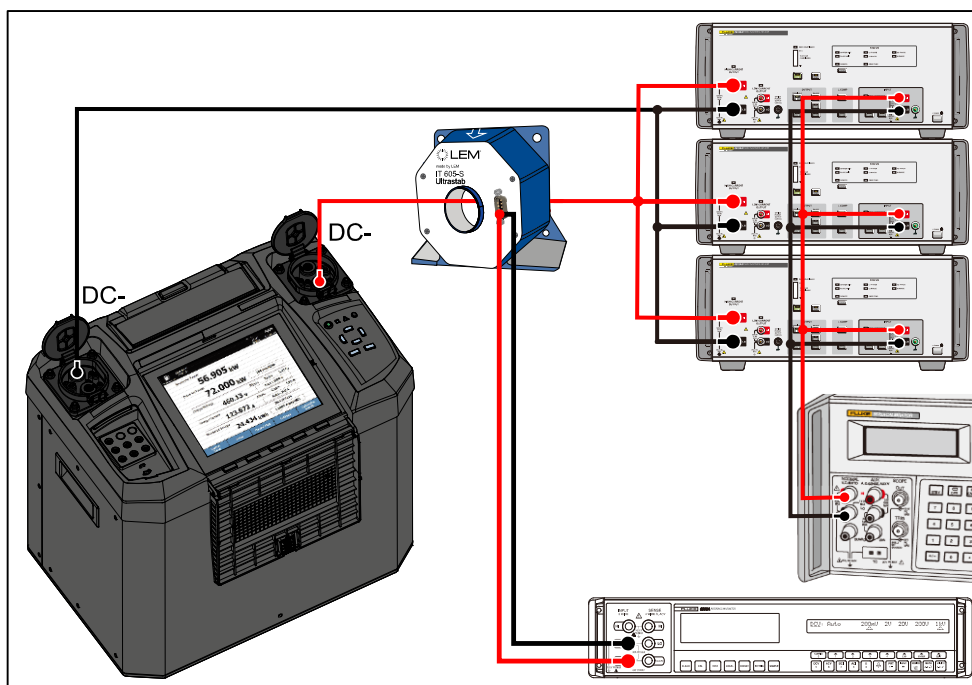

图 5. 直流电流校准配置
1. 产品屏幕上提示“请连接直流电流源到左右充电座 DC-信号端”时，按图 5 所示进行连接：